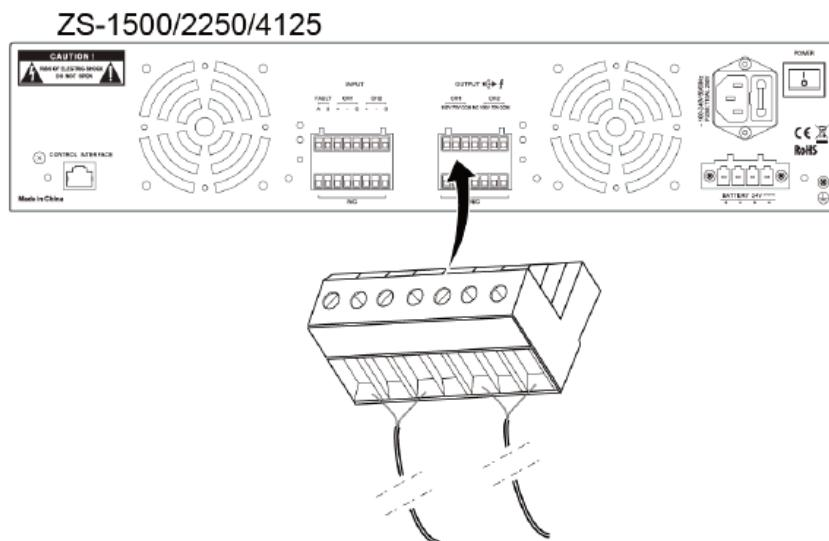

Figura 18 Diagrama esquemático de la instalación del terminal de cableado de salida de audio
- Inserte el terminal de cableado de salida de audio del amplificador de potencia del cable de salida de audio instalado en el puerto de salida de audio del ZS-1500/ ZS-2250/ ZS-4125, como se muestra en la Figura 18.